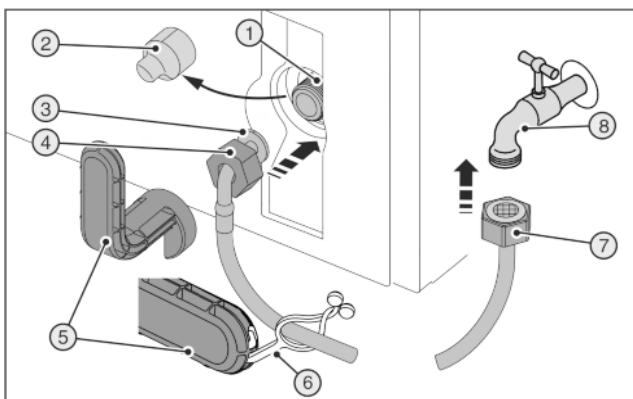
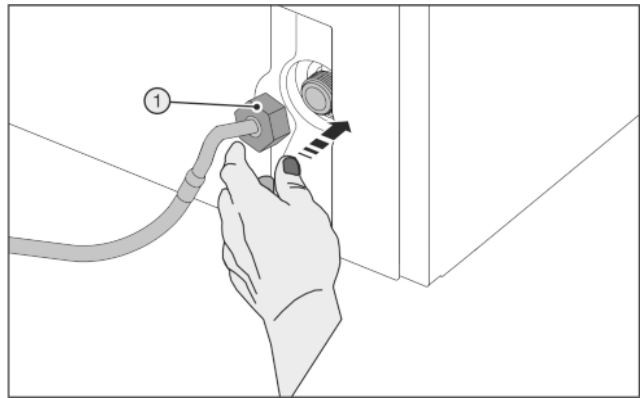

Fig. 45
Fig. 46
Rozbitý pomocný nástroj Fig. 45 (5)!
- Pomocný nástroj Fig. 45 (5) používajte výhradne pri izbovej teplote.
- Stiahnite kryt Fig. 45 (2).
- Uľahčená montáž: Rovný koniec hadice Fig. 45 (7) rozložte na zem smerom doľava.
- Maticu Fig. 45 (4) nasuňte až na koniec cez zahnutý koniec hadice Fig. 45 (3) a pridržte.
- Opatrne nasadíte maticu Fig. 46 (1) a dvomi prstami ju rovno skrutkujete na závit, kým nedosiahnete bezpečné dosadnutie.
- Maticu Fig. 46 (1) uťahujte pomocným nástrojom Fig. 45 (5) v smere hodinových ručičiek, kým sa nedosiahne maximálny uťahovací moment a pomocný nástroj Fig. 45 (5) sa nezačne pretáčať.
- Maticu Fig. 45 (7) naskrutkujte na uzatvárací kohút Fig. 45 (8).
- Maticu Fig. 45 (7) uťahujte pomocným nástrojom Fig. 45 (5) v smere hodinových ručičiek, kým sa nedosiahne maximálny uťahovací moment a pomocný nástroj Fig. 45 (5) sa nezačne pretáčať.
- Otvorte uzatvárací kohút Fig. 45 (8) prívodu vody a celý vodný systém skontrolujte ohľadom tesnosti.
- Sponu Fig. 45 (6) zaháknite do pomocného nástroja Fig. 45 (5) a na uschovanie upevnite na hadicu z ušľachtilej ocele.